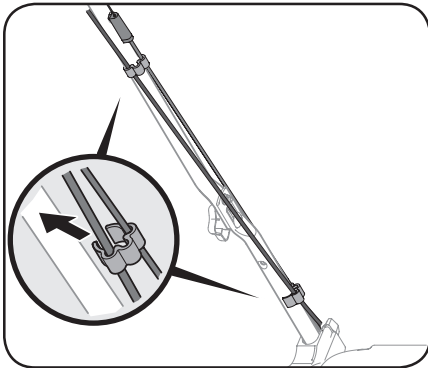

Figura 2-5
**NOTA:** En determinadas unidades, utilice las dos abrazaderas de cable suministradas para ajustar el control de la cuchilla y los cables de la transmisión a la manija inferior como se muestra en la Figura 2-5.